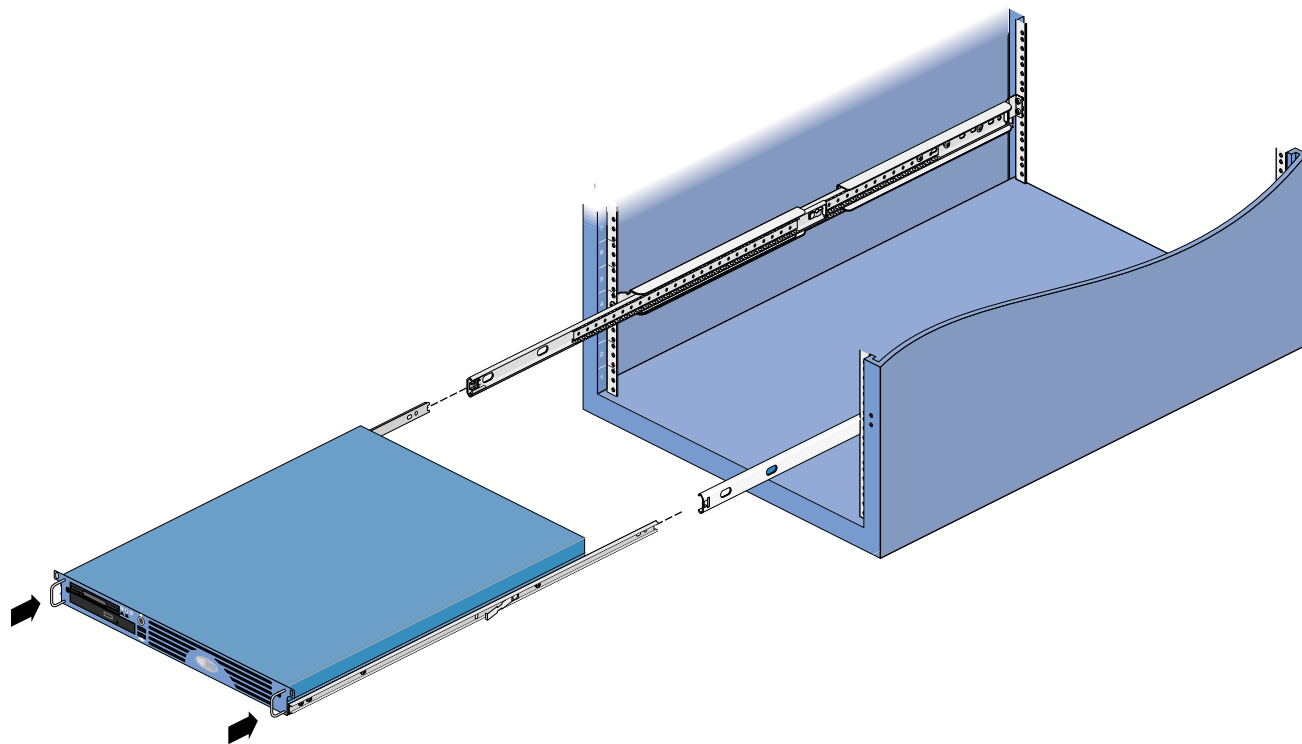

図2-10 本体をラックレールにスライドさせて挿入する
2. 伸ばしたスライドの中に SGI 1100 Server 本体をスライドさせて、完全に挿入します（詳細については、図2-10を参照してください）。本体が完全に収まるとカチッという音が鳴り、両方のスライドが固定されます。